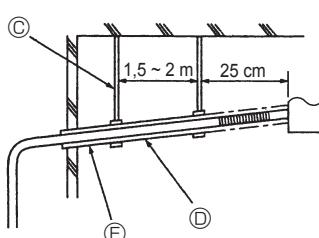

Fig. 8-2
(4) Achten Sie darauf, dass das Gefälle der Drainageleitung größer als 1/100 ist. (Fig. 8-2)
③ Unterstützungspunkte
④ Gefälle mindestens 1/100.
⑤ Wärmeisolierung